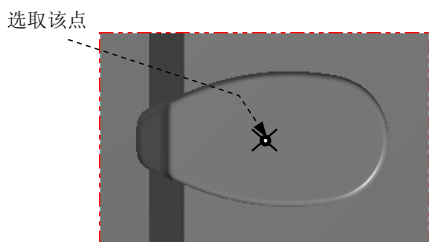

图 3.4 定义基准点
Step1. 绘制矩形边界。单击顶视图按钮，选择 **C 绘图**   **R 矩形**... 命令，系统弹出“矩形”工具栏。在“矩形”工具栏中确认按钮被按下，选取图 3.4 所示的坐标原点，然后在后的文本框中输入 215，在后的文本框中输入 140，按 Enter 键。单击按钮，完成矩形边界的绘制，结果如图 3.5 所示。